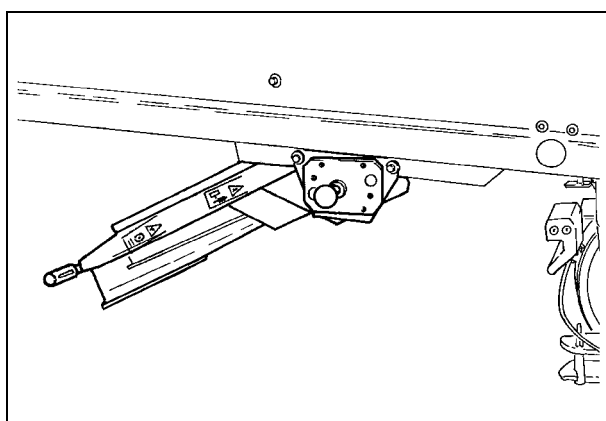

Рис. 38
- Горизонтальное положение (Рис. 38), для разборки решета.
**ВАЖНОЕ ЗАМЕЧАНИЕ:** Если прицеп используется для транспортировки жатки, переведите разбрасыватель соломенной сечки в горизонтальное положение перед тем, как присоединить прицеп к сцепному устройству (Рис. 38).